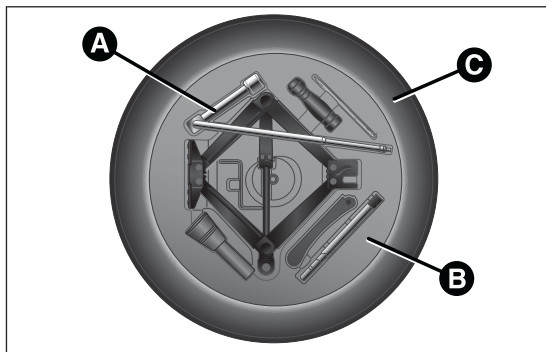

fig. 143
- à l'aide de la clé A fig. 143 située dans la boîte à outils, dévisser le dispositif de blocage, prendre la boîte à outils B et la déposer à côté de la roue à remplacer. Prendre ensuite la roue compacte de secours C ;